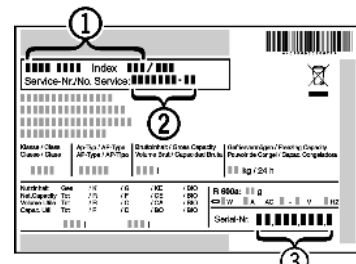

Fig. 56
- Назва пристрою *Fig. 56 (1)*, сервісний номер *Fig. 56 (2)* та серійний номер *Fig. 56 (3)* вказані на заводській табличці. Заводська табличка знаходиться всередині пристрою, зліва.